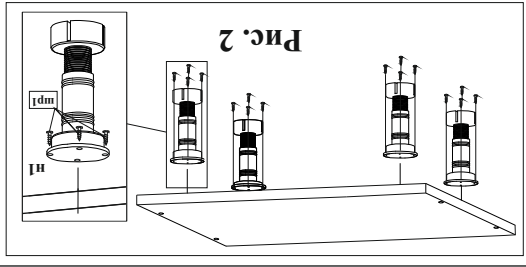

Рис. 2
5.2. Прикрепить опоры н1 к нижнему шиту 3 при помощи шурупов мр1 и крестообразной отвертки (рис.2).